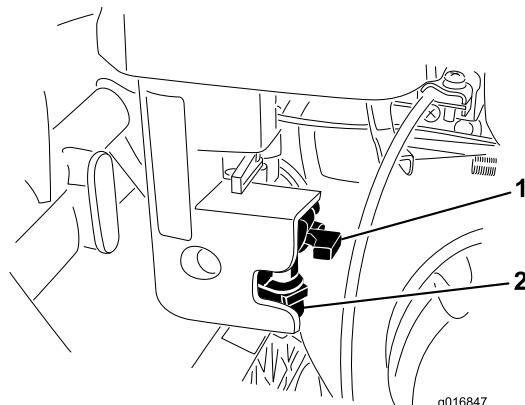

図 36
1. 燃料バルブを閉じて、フィルタのボディから燃料カップを外す図36。